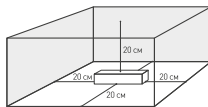
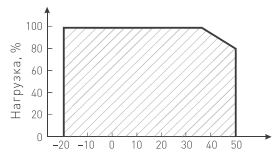

Рис. 1. Свободное пространство вокруг источника
Рис. 2. Максимальная допустимая нагрузка, % от мощности источника
- 4.3. Для естественной вентиляции обеспечьте не менее 20 см свободного пространства вокруг источника питания, как изображено на рис. 1. Если это невозможно — используйте принудительную вентиляцию. В случае установки в ограниченном пространстве (например, в лайтбокс или профиль), предусмотрите обеспечение требуемого температурного режима источника питания согласно рис. 2.
- 4.4. Учитывайте, что с повышением температуры окружающей среды максимальная мощность источника питания должна быть снижена, см. график зависимости на рис. 2.